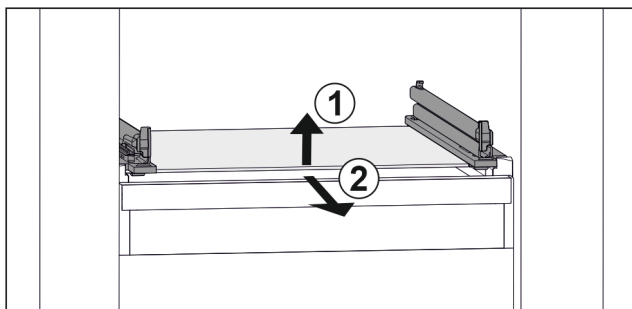

Fig. 78 Primjerni prikaz staklene ploče
- ▶ Staklenu ploču podignite sprijeda. Fig. 78 (1)
- ▶ Izvadite staklenu ploču prema naprijed. Fig. 78 (2)